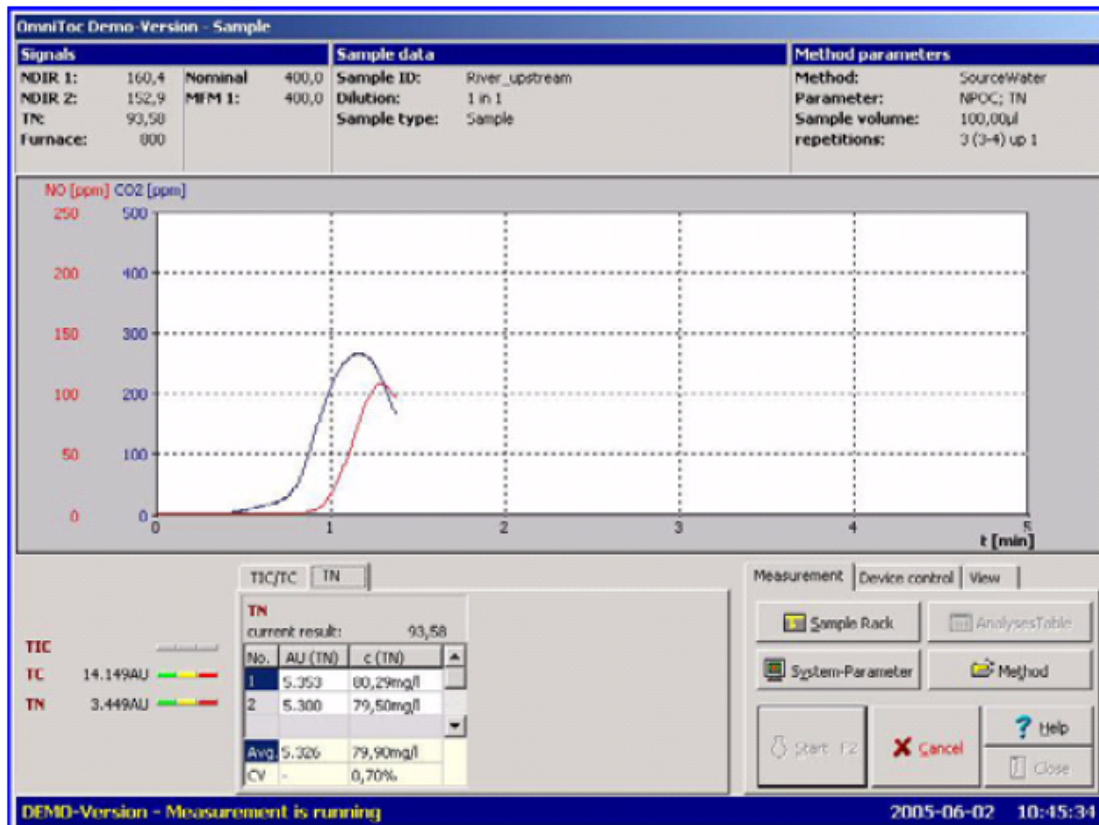

图42 Measurement（测量）窗口
8. 在**Measurement**（测量）窗口（图42和表7），点击**START F2**（开始F2）。测定结果在结果